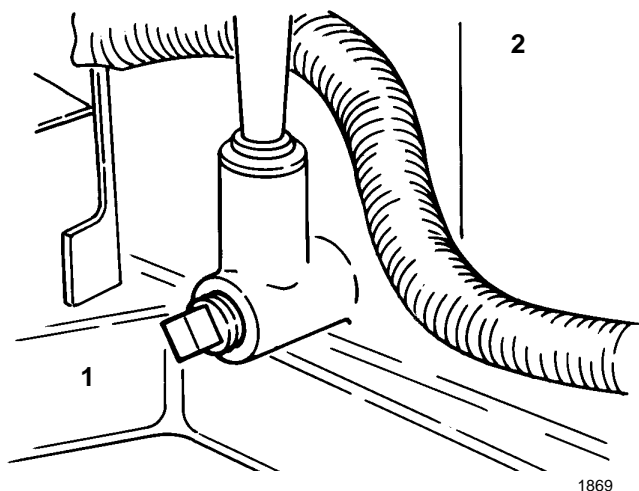

Abbildung 33
4. Eine Schale unter Ölmeßstab/Einfüllrohr legen und die Ablassschraube entfernen (Abb. 33).